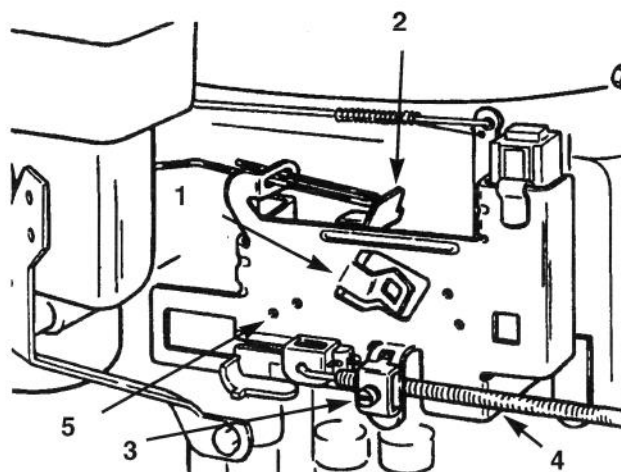

Bild 25
- B. Wenn der Gashebel auf "SCHNELL" steht, müssen die Löcher im Reglerkontrollhebel mit den Indexlöchern in der Reglerplatte abgestimmt sein (Bild 25). Wenn die Löcher nicht übereinstimmen, siehe Schritt 4 für Einstellmaßnahmen.